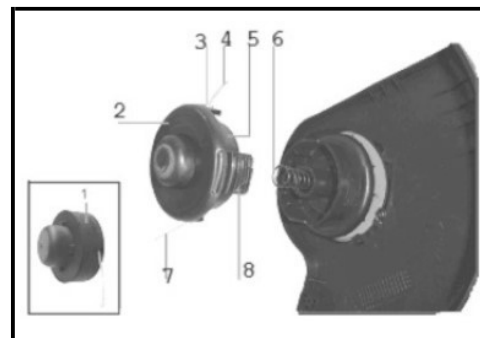

Рис.3
3. Снимите крышку (2) катушки, для чего нужно освободить ее из фиксаторов 4 и 7 (рис.3), нажав пальцами на соответствующие места (ограничены направляющими (3)) на корпусе катушки. Извлеките шпульку (5) и пружину (6) из катушки.